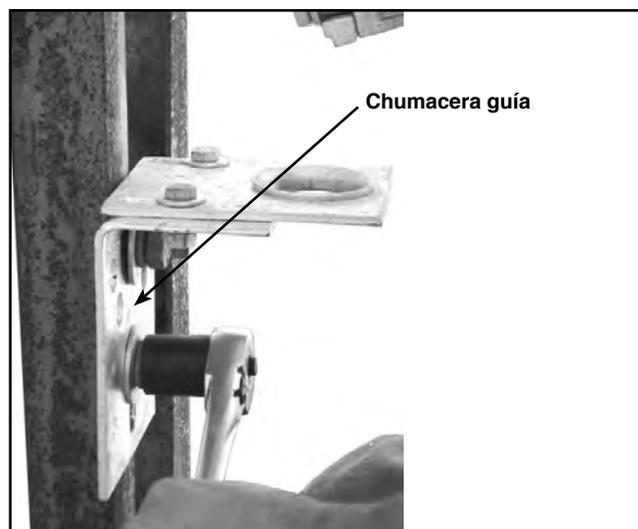

Figura 26. Instalación de la chumacera guía.
**Paso 20** Posicione e instale el ensamble de la chumacera guía en la estructura de montaje según las distancias que se muestran en el plano de montaje (PM). Ver Figura 26.